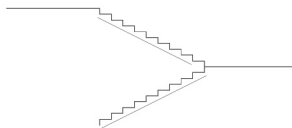

图 4.108 偏移并擦除 AB 和 CD 直线
(3) 将 AB 和 CD 直线分别向下偏移 110mm，然后擦除 AB 和 CD 直线，结果如图 4.108 所示。